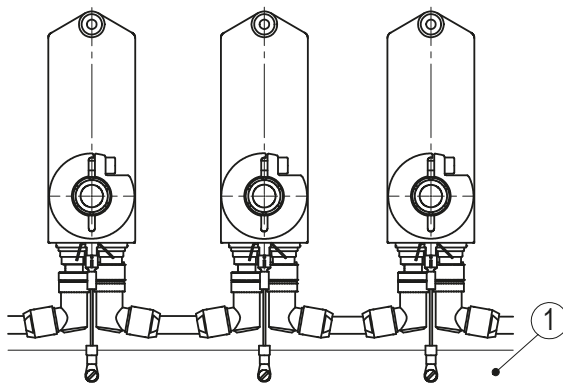

Abb. 11: PE-Schiene
Zum Schutz vor Störungen müssen die Schirme der Signalleitungen und Netzleitung beidseitig angeschlossen werden. Potentialunterschiede führen zu unzulässigen Strömen auf dem Schirm. Den PE Anschluss ① zwischen den Anschlusssteckern auf das Schutzleiterpotential legen (siehe Abb. 4 oder Abb. 6). Verwenden Sie dazu 6.3 mm Flachstecker mit kurzer Litze 2.5 ... 4 mm2 (nicht im Lieferumfang). Bei mehreren Stellantrieben wird empfohlen die Erdung auf eine PE-Schiene ① anzuschließen (siehe Abb. 11).